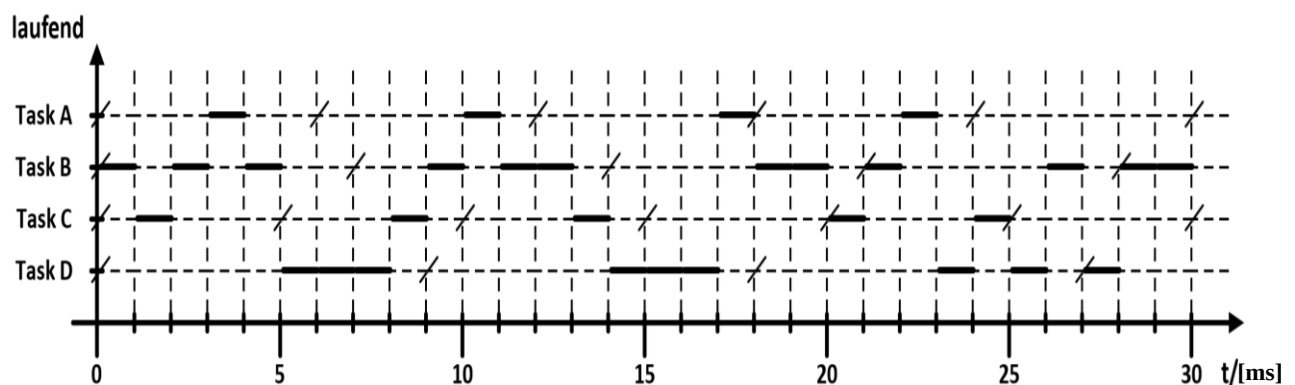

Abbildung 3: Ist-Ablauf der Tasks A, B, C und D (Verfahren des kleinsten Spielraums)
a) Erfüllt die Abarbeitung der einzelnen Tasks im Bereich $0 \leq t \leq 30$ ms gemäß Abbildung 3 die Rechtzeitigkeits-Bedingung? Wenn nein, welche Task(s) verletzt bzw. verletztten die Rechtzeitigkeits-Bedingung wann zum ersten Mal?
b) Erfüllt die Abarbeitung der einzelnen Tasks im Bereich $0 \leq t < 30$ ms gemäß Abbildung 3 die Anforderungen für Gleichzeitigkeit? Wenn nein, nennen Sie den Zeitpunkt der ersten auftretenden Verletzung der Gleichzeitigkeits-Bedingung.
Wie oft werden die einzelnen Tasks im Bereich $0 \leq t < 30$ ms gemäß Abbildung 3 jeweils beauftragt? Wie viele Beauftragungen gibt es in diesem Zeitraum insgesamt?
Wie groß sind die jeweiligen Summen der Abweichungen zwischen Soll- und Ist-Ablauf der einzelnen Tasks sowie des Tasksets im Bereich $0 \leq t < 30$ ms gemäß Abbildung 3?
Wie groß sind die mittleren Abweichungen der einzelnen Tasks im Bereich $0 \leq t < 30$ ms gemäß Abbildung 3? Wie groß ist die mittlere Abweichung des Tasksets in diesem Zeitraum?